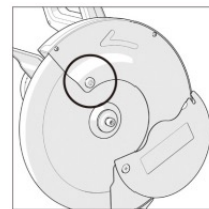

Fig. 2
- Løsne festeskruene og vri skjoldet oppover, slik at maskinens dorn kommer til syne. (Fig. 2)